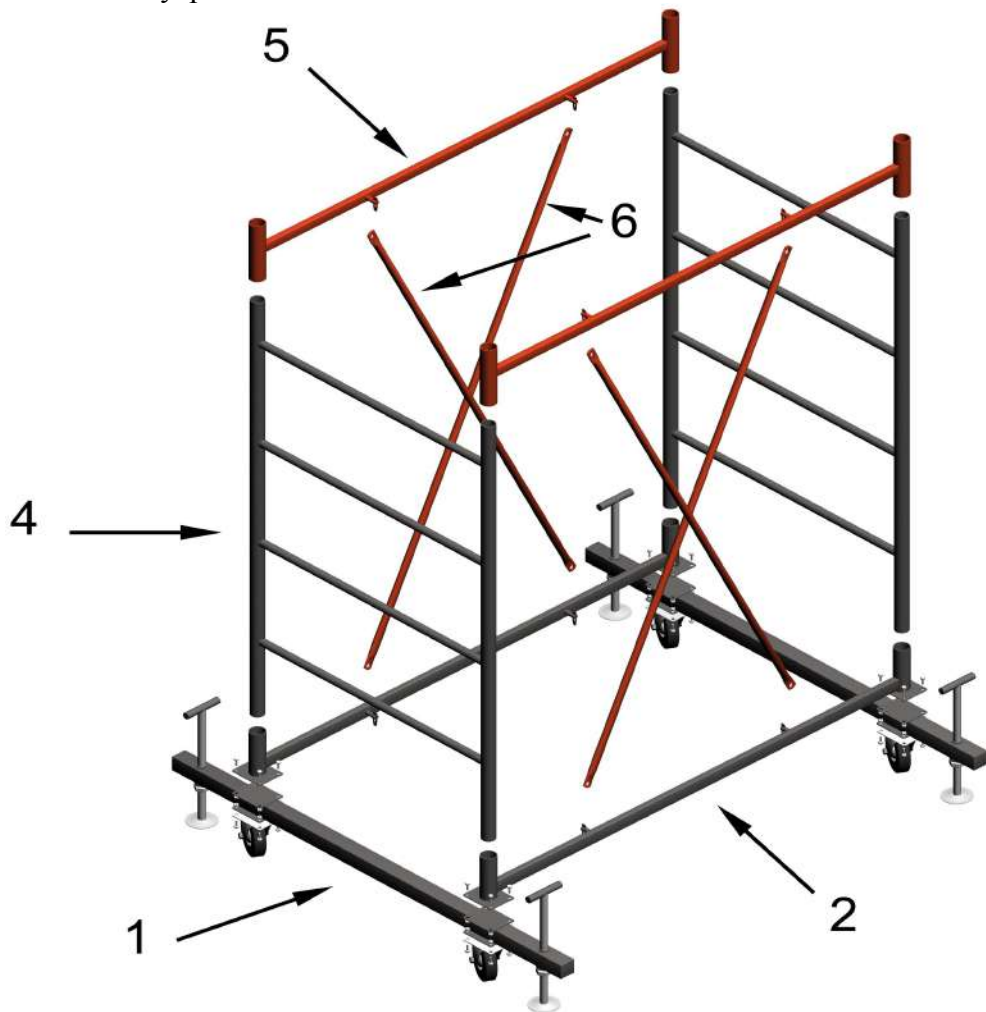

Рис.1
4.2. Установить базы (1) параллельно друг другу и соединить их траверсами (2) при помощи болтов. Траверсы должны быть установлены замками внутрь. (Рис.1)